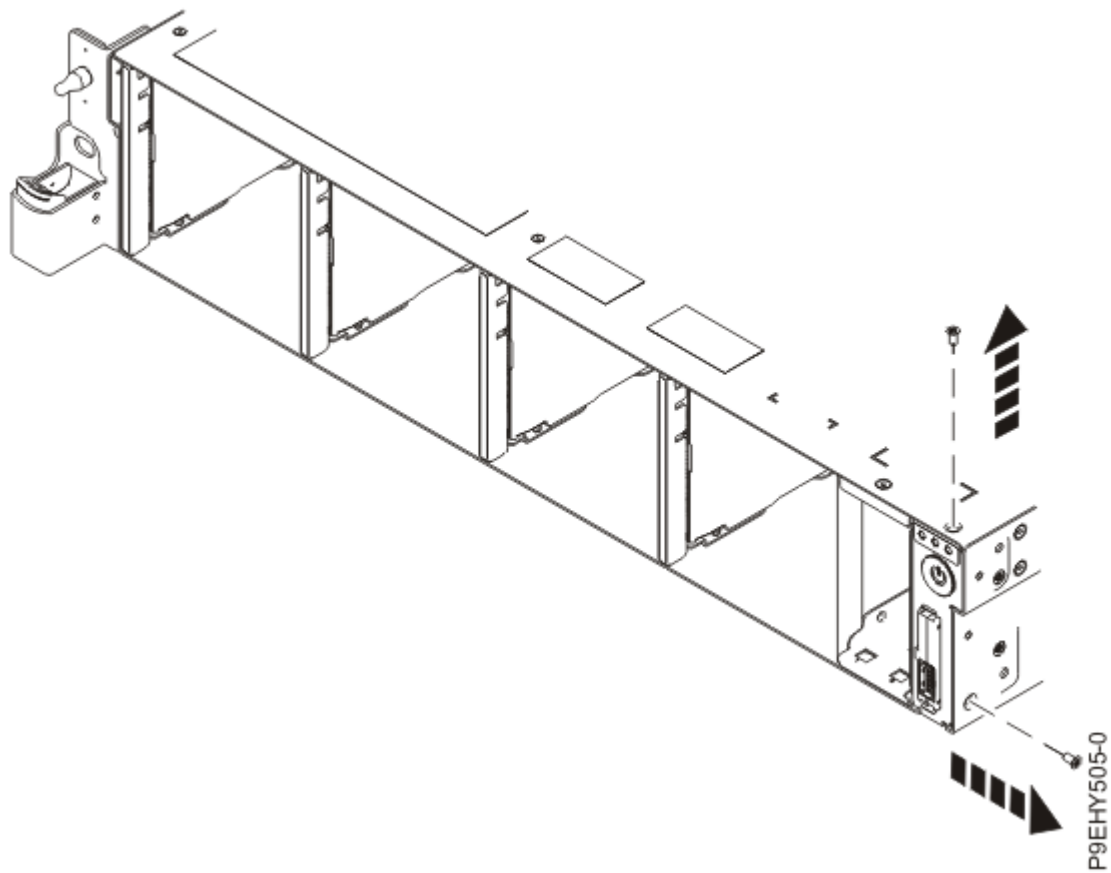

Figure 105. Retrait des vis supérieure et latérale
7. Retirez les vis supérieure et latérale de l'interrupteur d'alimentation, comme illustré dans la Figure 105, à la page 121.